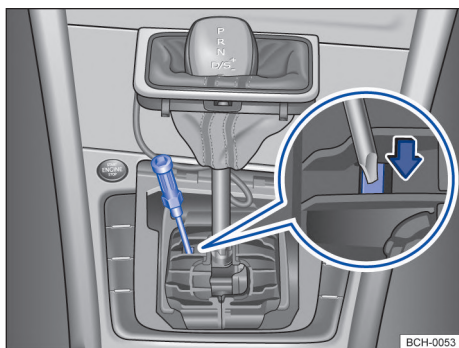

Fig. 96 Desmontar la cubierta de la palanca selector y desbloquear el bloqueo de la palanca selector de emergencia.
- Con ayuda de un destornillador presionar cuidadosamente la palanca de desbloqueo en el sentido de la flecha y mantenerla en esa ubicación → fig. 96.